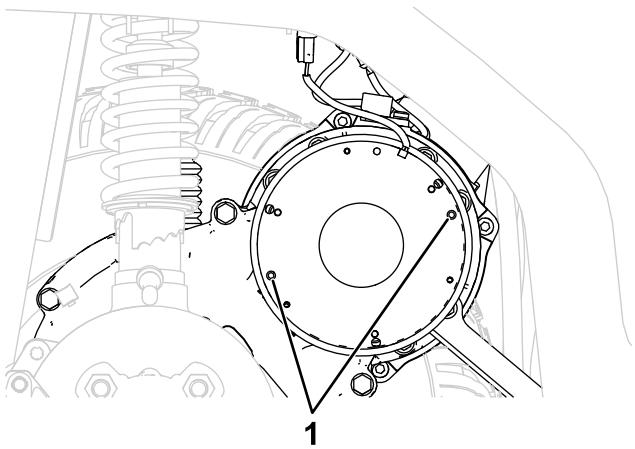

Figura 19
4. Para quitar el freno de estacionamiento, inserte 2 tornillos (M5-0,8 x 45 mm) en los taladros que se muestra en la Figura 19 y apriételos lentamente.